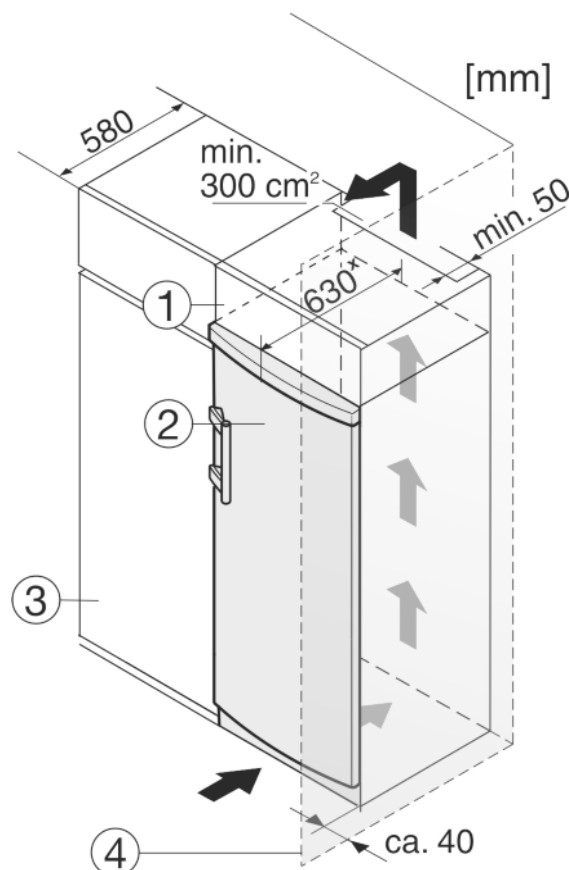

Fig. 9
(2) Устройство
(4) Стенка
Устройство может быть окружено предметами кухонной обстановки. Чтобы уравнивать устройство Fig. 9 (2) по высоте с кухонной стенкой, можно установить над устройством соответствующий дополнительный шкафчик Fig. 9 (1).
При комбинировании с кухонными шкафами (глубина макс. 580 мм) устройство можно установить непосредственно рядом с кухонным шкафом Fig. 9 (3). Устройство выступает сбоку на 34 мм* и по центру на 50 мм* относительно передней стенки кухонного шкафа.
Если устройство установлено на шарнирах у стены Fig. 9 (4), то расстояние между устройством и стеной должно быть не менее 40 мм. Настолько выступает ручка при открытой дверце.